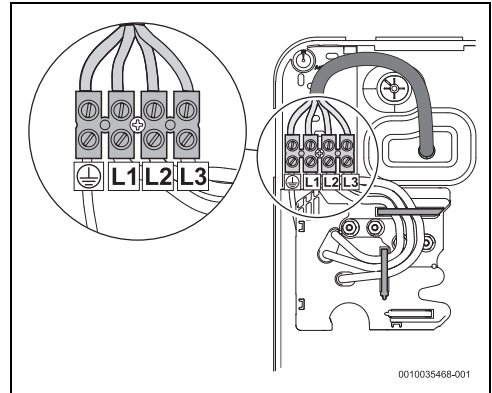

Fig. 35 Raccord supérieur
- Raccordement supérieur (fig. 35)